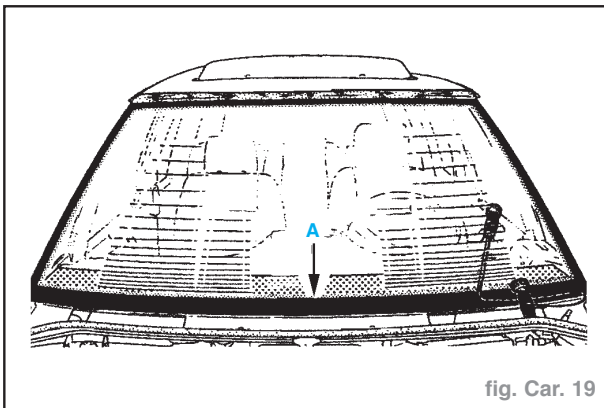

fig. Car. 19
Attention : Lors du passage face à la plaquette d'identification du châssis (A). (fig. Car. 19).